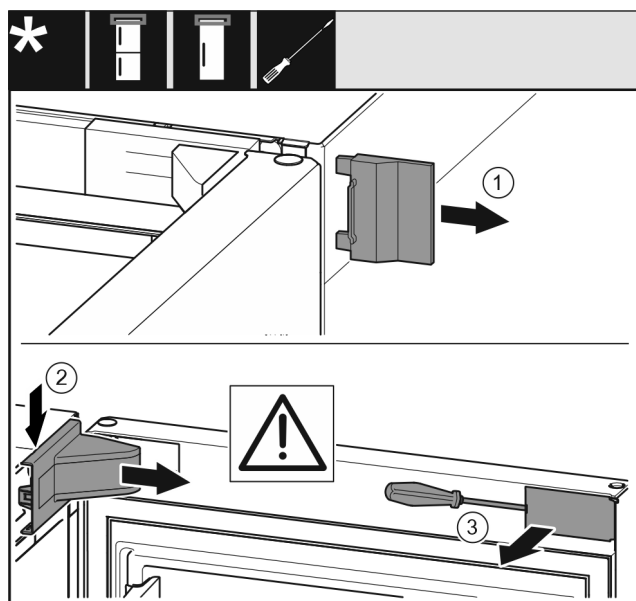

Fig. 7
► Retirer le cache extérieur. Fig. 7 (1)
► Détacher et libérer le cache du support de palier. Retirer le cache du support de palier. Fig. 7 (2)
► Dégager le cache avec le tournevis et l'incliner sur le côté. Fig. 7 (3)